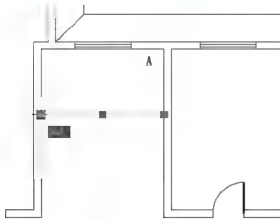

图 2.112 显示热夹点
② 在其中一个夹点上单击使其变成红夹点(热夹点),如图 2.112 所示。